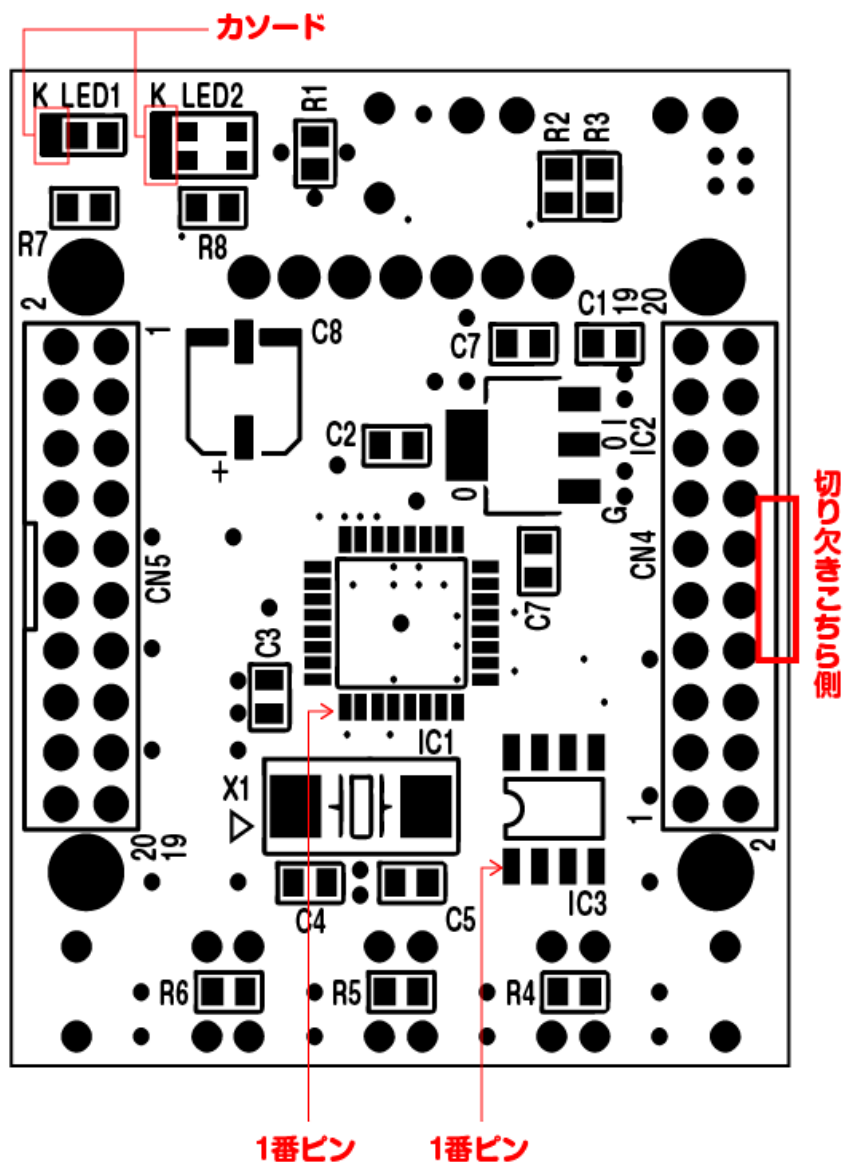

図 3-3-2 シルクデータ+レジストデータ+極性追加指示例
- シルクデータ+レジストデータ+極性追加指示例(図 3-3-2 参照)